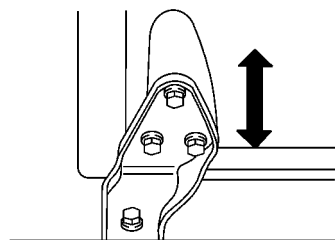

图 17-48 沿垂直方向调整车门
(3) 沿垂直方向调整车门。在开门的同时, 旋松 3 个螺栓进行调整, 如图 17-48 所示。